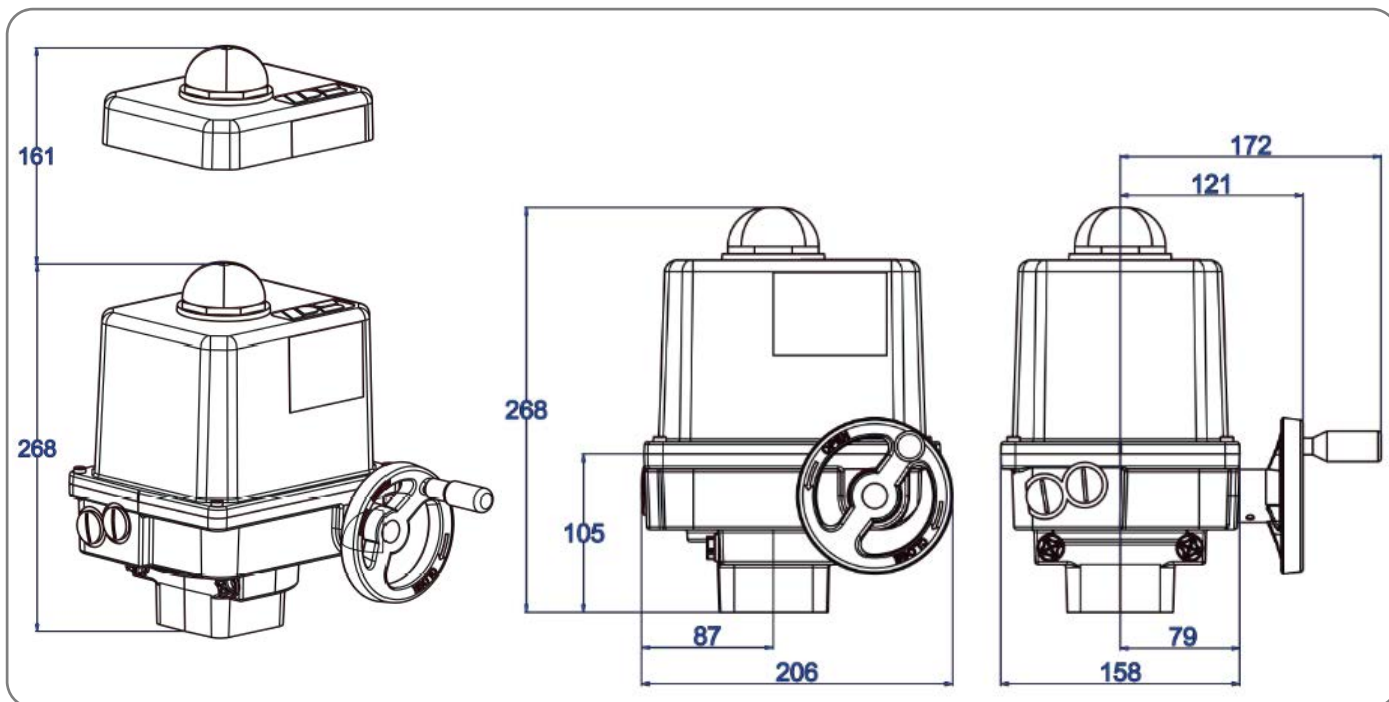

Abbildung 1: Einbaumaße PSQ-E100-150
- Die Antriebe müssen mit ausreichend Freiraum zum Abnehmen der Haube eingebaut werden (Abb. 1, Maße der Standardantriebe).